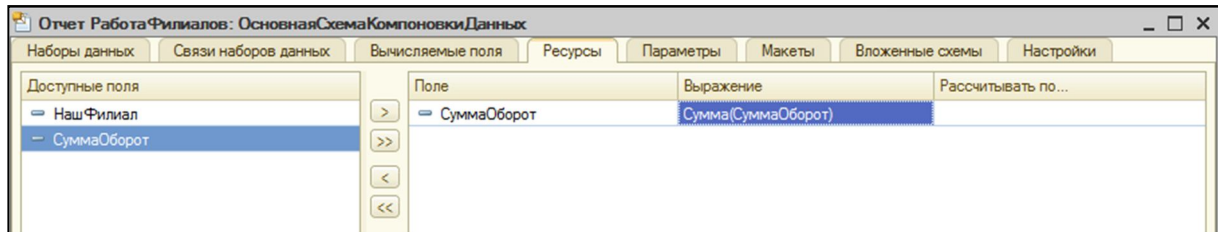

Рис. 65. Вкладка «Ресурсы» отчета «Работа Филиалов»
6) на вкладке «Ресурсы» (рис. 65) первоначального окна «Схемы компоновки данных» включить в список ресурсов поле «СуммаОборот»;